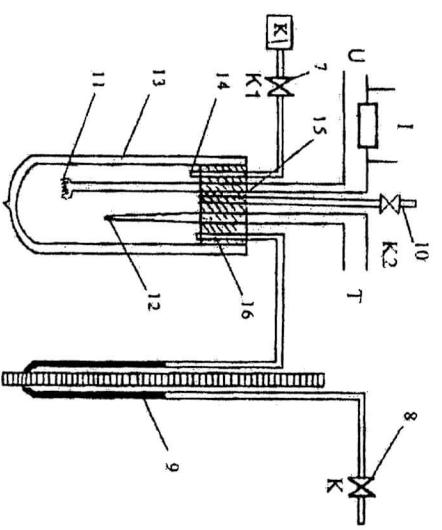

Рис.4. Схема работы нагревателя.
2. Воздух, находящийся в калориметрическом герметизированном сосуде (13) (рис.4), нагревается электрической спиралью (11). Температура воздуха измеряется температурным датчиком (12), концы которого соединены с индикатором (5). К переключателю (6) подсоединенны провода от
Проверка абсолютной шкалы температур Кельвина газовым термометром постоянного объёма может быть выполнена на этой же установке. На рис.4, показана принципиальная схема опыта.